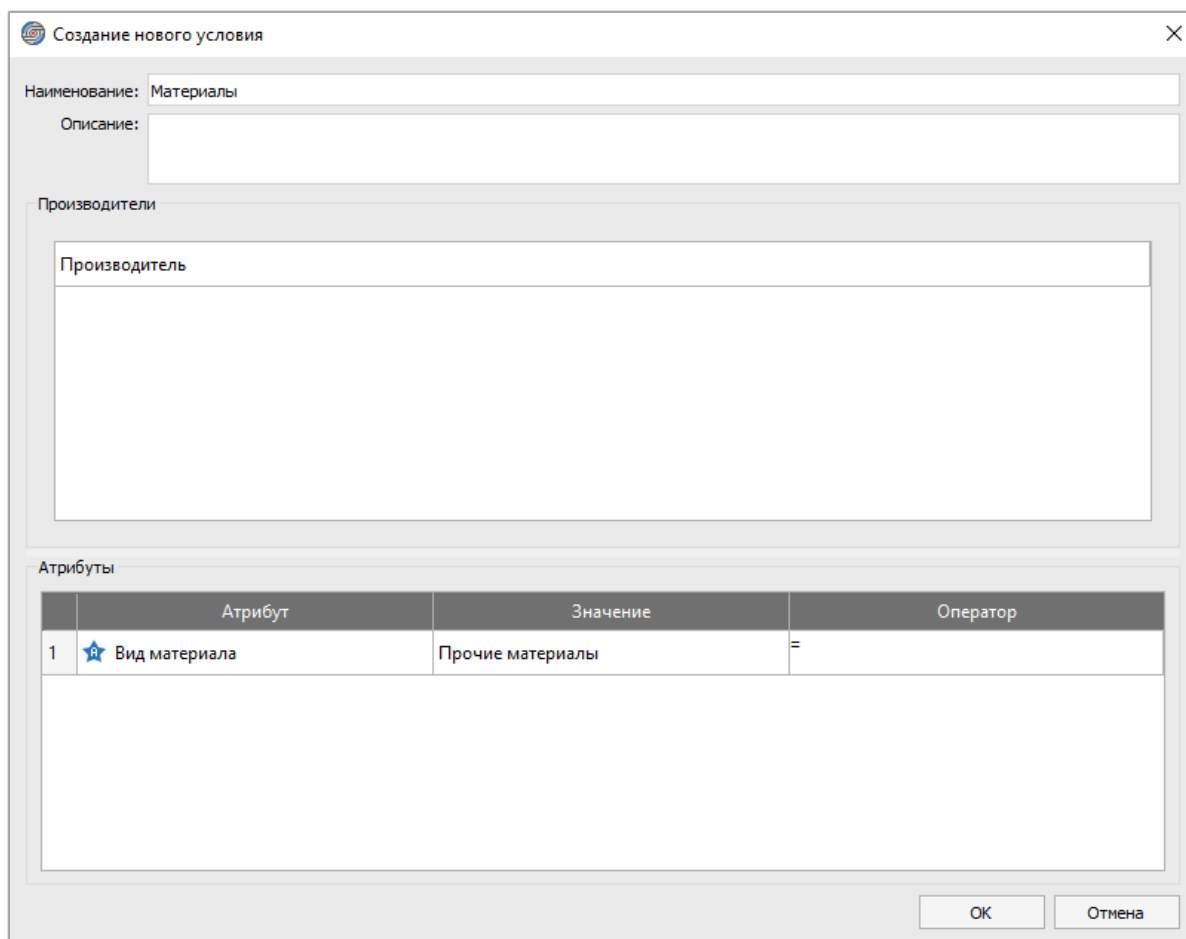

Рисунок 138. Диалоговое окно «Создание нового условия»
- 1) Открыть диалоговое окно «Создание нового условия» (см. рисунок 138) одним из следующих способов: